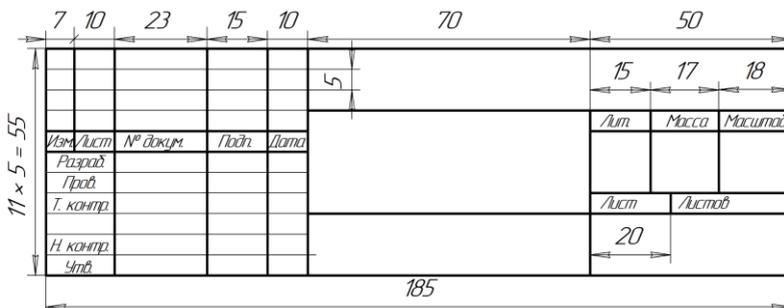

Рисунок 1
1. Форма 1 основной надписи для чертежей и схем (рисунок 1);